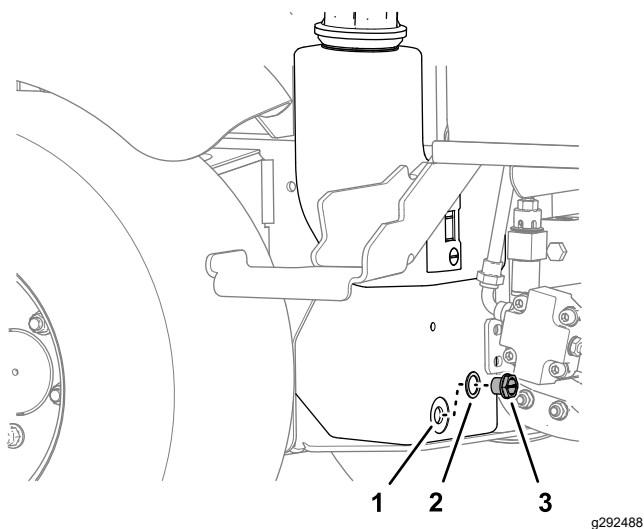

Figure 74
- Placez un bac de vidange sous le réservoir hydraulique, retirez le bouchon de vidange du réservoir et vidangez tout le liquide hydraulique (Figure 74).